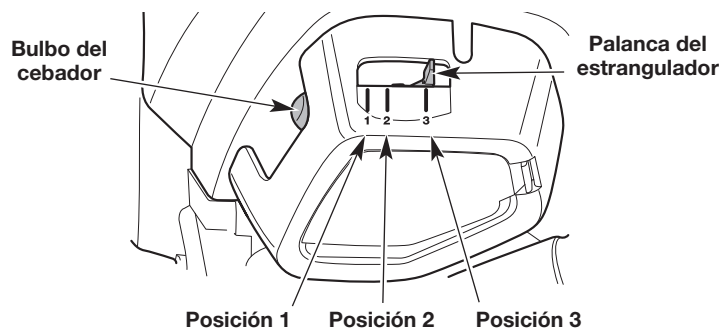

Fig. 9
3. Presione y luego suelte el bulbo del cebador lentamente **10 veces** (Fig. 9).
4. Coloque la palanca del estrangulador en la **Posición 1** (Fig. 9).
7. Siga apretando el control del acelerador. Coloque la palanca del estrangulador en la **Posición 2** (Fig. 9).
10. Siga apretando el control del acelerador. Pase la palanca del estrangulador a la **Posición 3** (Fig. 9) y siga calentando el motor durante 60 segundos más. Se puede usar la unidad durante este período.